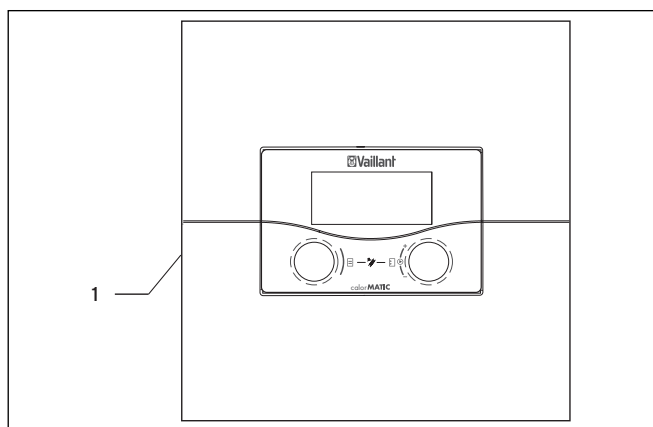

Fig. 10.1 Accensione e spegnimento della centralina
- Per spegnere la centralina, premere l'interruttore a levetta (1) in posizione **O** (→ Fig. 10.1).